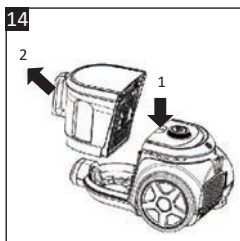

Fig. 14
- Videz régulièrement le compartiment à poussière (11). Ne laissez pas son contenu dépasser pas le repère de niveau « **MAX** ».
1. Maintenez le bouton de déverrouillage du compartiment à poussière (12) appuyé d'une main et soulevez le compartiment à poussière par sa poignée (10) de l'autre main pour le retirer de l'aspirateur (Fig. 14).